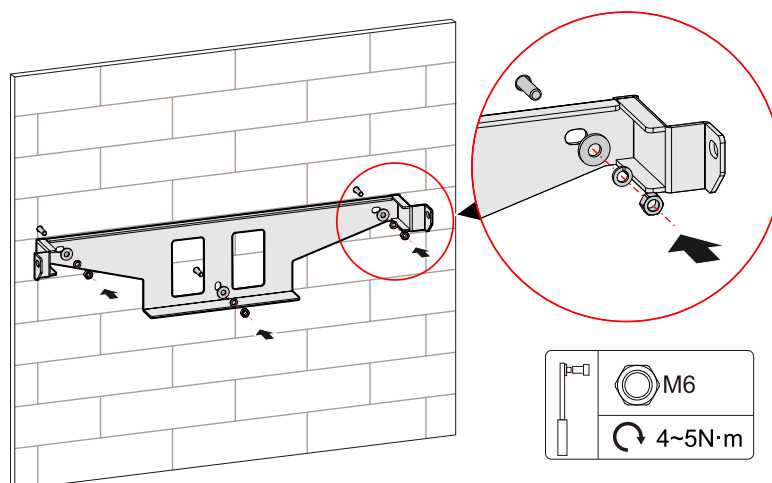

Figura 3-10 Fixe o suporte de instalação
- Etapa 4 Alinhe os orifícios do suporte de instalação com os parafusos de expansão e instale a arruela plana, a arruela elástica e a porca nos plugues de expansão e aperte-os com uma chave, conforme mostrado na Figura 3-10.